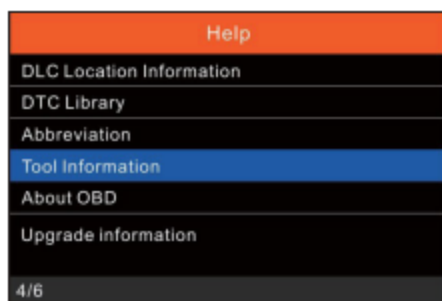

Abbildung 7-4
7. Wählen Sie [Werkzeuginformationen], drücken [OK].(Abbildung 7-4)